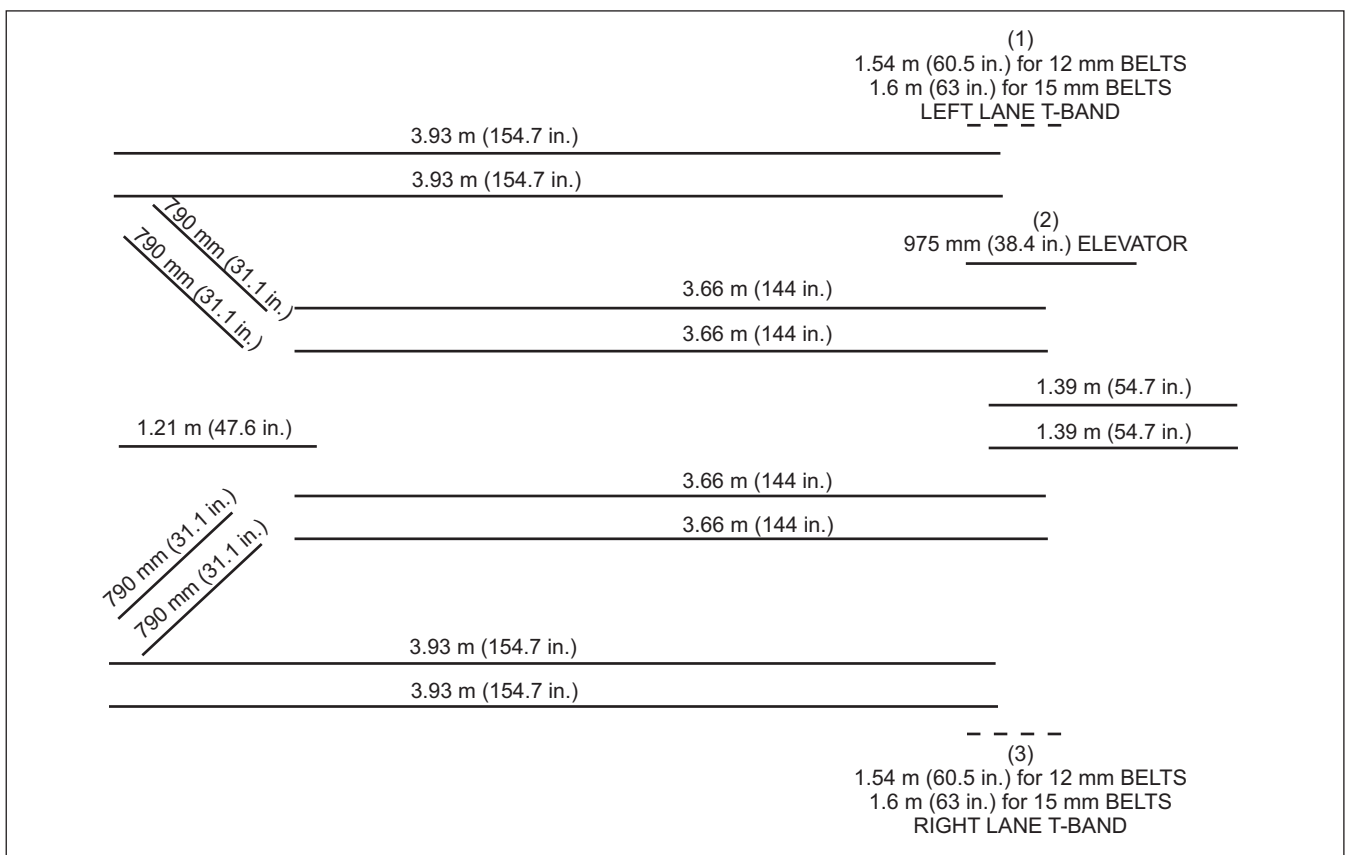

Abbildung 8-4. Länge der Rundriemen
1. *Abbildung 8-4* zeigt die Nennlängen aller Verteilerriemen. Die gestrichelten Linien weisen auf Riemen hin, die nicht werkseitig installiert werden.